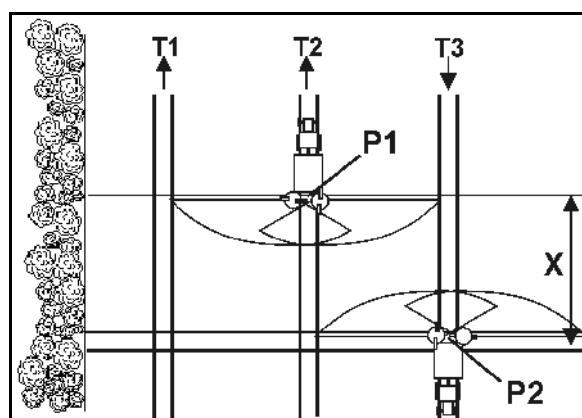

Fig. 71
- Abrir las correderas de cierre después de entrar en la calle del punto P1 (Fig. 71) cuando los discos esparcidores se encuentran a la distancia X con respecto a la calle de la cabecera.
- Cerrar la corredera antes de salir de la calle por el punto P2 (Fig. 71) cuando los discos esparcidores se encuentren a la altura de la primera calle de la cabecera.